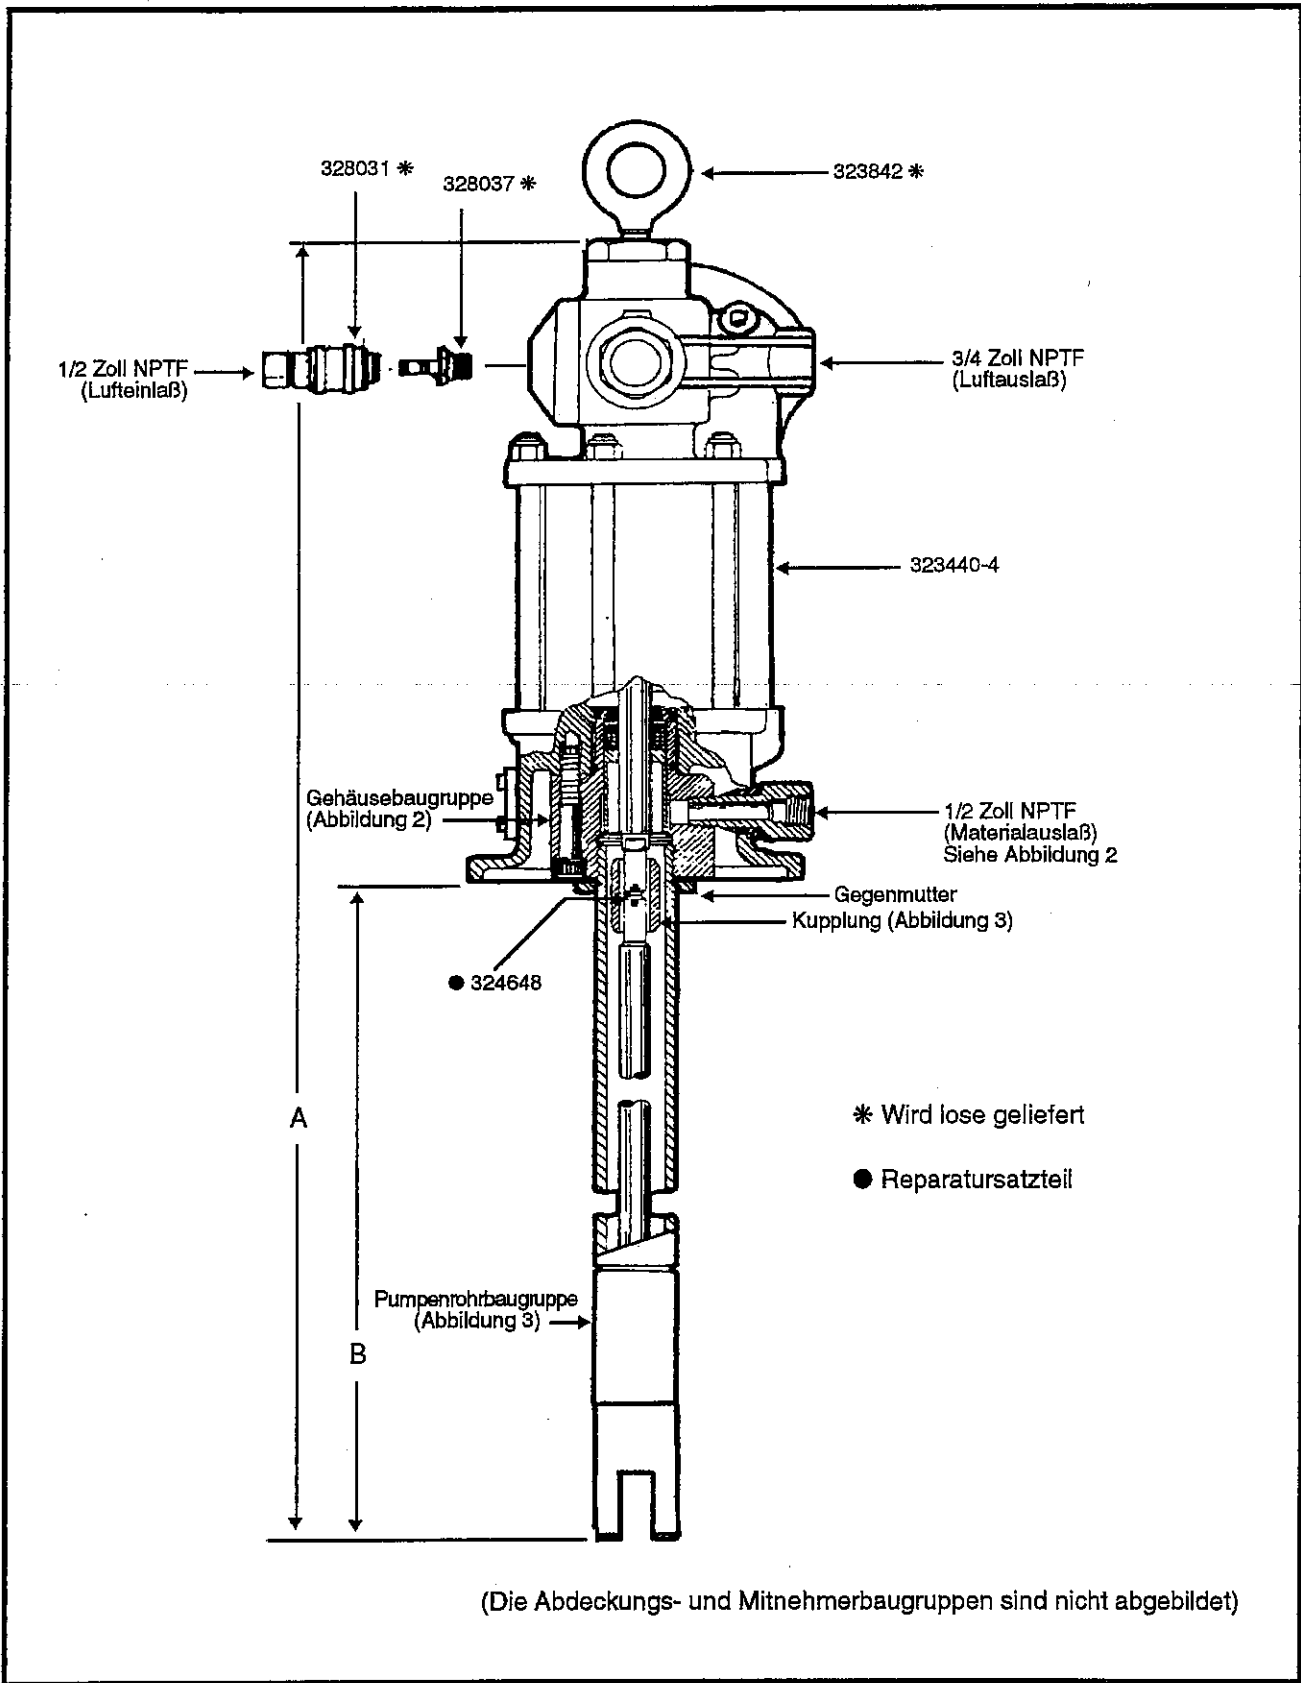

Abbildung 1: Hochdruck-Schmiermittelpumpe der Serie 7786
(Abbildung 1)
1. Die Gegenmutter 333256 (Abbildung 1) lösen. Die Pumpenrohrbaugruppe vom Luftmotor abschrauben, um die obere Kupplung 323439 freizulegen.